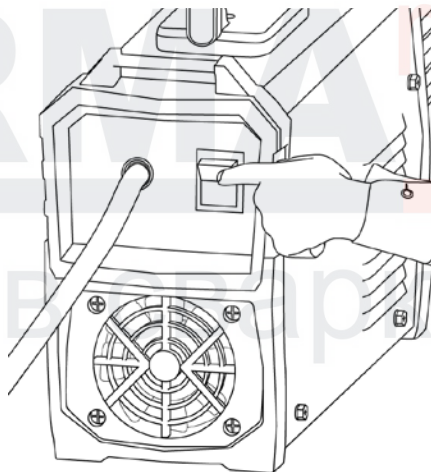

Рис. 9.4. Включите аппарат.
3. Включите сварочный аппарат (См. рис. 9.4).